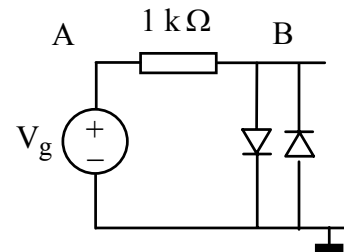

Fig. 3.18.
**P 3.4.** În circuitul de limitare din Fig. 3.18., au fost montate **antiparalel**, două diode cu siliciu. Evoluția tensiunii generatorului se face între -10 V și 10V, cu o formă de undă identică cu cea de la problema rezolvată. Deduceți, din nou, evoluțiile potențialului punctului B și a curentului.